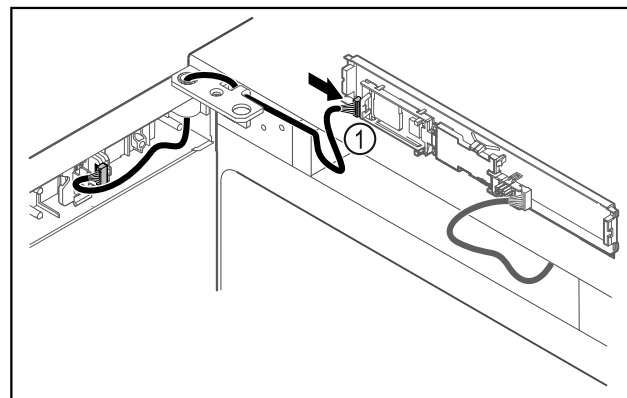

Fig. 43
- Připojte zástrčku Fig. 43 (1) na desku.